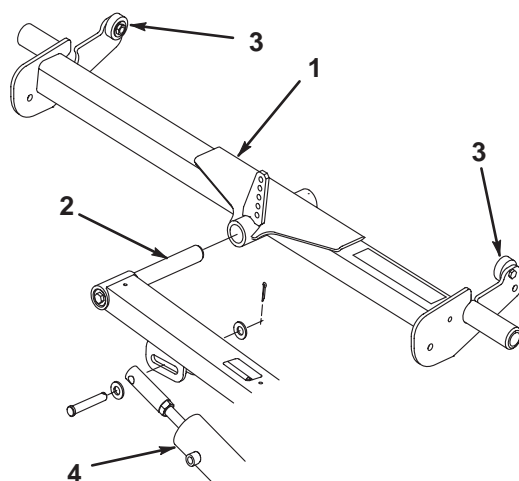

図 4
1. 後キャリア・フレームを後昇降アームのピボット・ロッドの下に引き込む（図4）。この時点では、まだキャリア・フレームをカuttingユニットに接続しない。
3. キャリア・フレームの一方の端を押し下げて、フレームの他方の端の上ストップ（図4）がフット・ステップの下面に当たるようにする。押し下げた側では、上ストップとフット・ステップ間の距離が6 mm程度となっているのが適正である。6 mmになっていない場合には以下の手順4に従って調整を行う。調整の必要がない場合は次の組み立て段階へ進む。
- A. 昇降シリンダのロッドの先端と昇降アームとをつないでいるクレビスピンを外す（図4）。
- D. ナットを締め、シリンダ・ロッドを昇降アームに接続して終了（図4）。